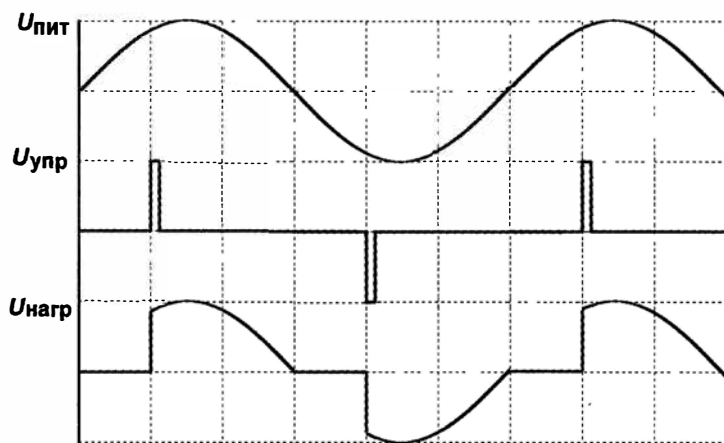
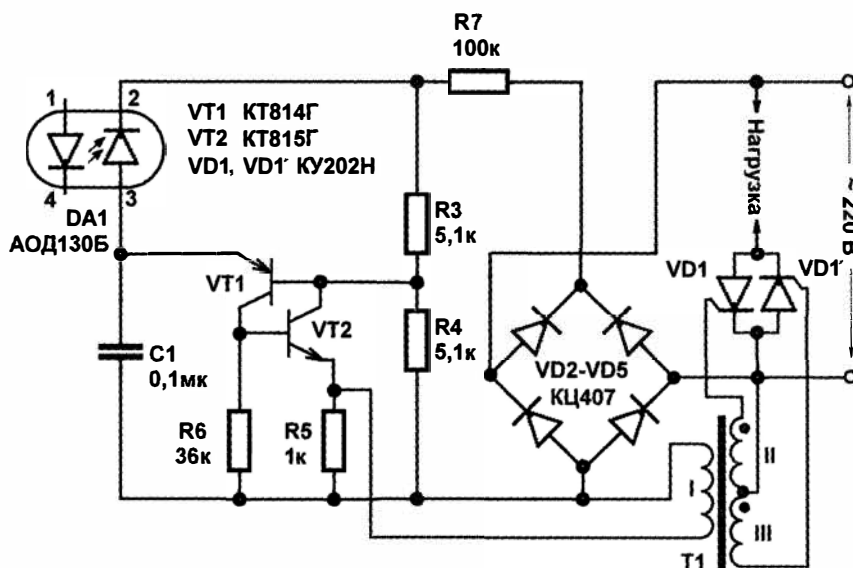

Рис. 10.2. Графики напряжения в схеме фазового управления с помощью тиристоров или симистора
Рис. 10.4. Вариант регулятора с двумя встречно-параллельными тиристорами
На осциллограммах (рис. 10.2) перед нами пример управления мощностью в нагрузке с помощью пары встречно-параллельно включенных тиристоров или сими-
В результате напряжение на нагрузке будет иметь необычный вид, показанный на графике (см. рис. 10.2 внизу). Каково будет действующее значение напряжения? Ясно, что оно будет меньше, чем в отсутствие тиристора, — или чем в случае, если бы управляющий импульс подавался в самом начале периода. Если же, наоборот, подавать управляющий импульс в самом конце, то действующее значение будет близко к нулю. Таким образом, сдвигая фазу управляющих импульсов, мы можем плавно менять мощность в нагрузке с достаточно высоким КПД.
На рис. 10.4 изображен улучшенный вариант только что рассмотренной схемы, который не требует мощного моста (управляющая оптроном цепочка не показана, она идентична предыдущему случаю) и обеспечивает через нагрузку не пульсирующее, а переменное напряжение (как на осциллограмме рис. 10.2 внизу). Для того чтобы получить напряжение в нагрузке в оба полупериода, используются два тиристора VD1 и VD1', включенные встречно-параллельно. Управление ими осуществляется через импульсный трансформатор T1, который представляет собой ферритовое кольцо марки 1000НН–2000НН диаметром от 10 до 20 мм. Обмотки намотаны проводом МГТФ-0,35. Первичная обмотка (I) содержит 20–30 витков, вторичные (II и III) наматываются вместе и содержат от 30 до 50 витков каждая. Обратите внимание на противоположную полярность включения вторичных обмоток — если она иная, то включение нагрузки будет только в один из полупериодов. Через мало-мощный мост КЦ407 питается схема генератора, работа которой не отличается от описанной ранее. Резистор R7 можно поставить и до моста в цепь переменного напряжения, тогда требования к предельно допустимому напряжению диодов моста снижаются.